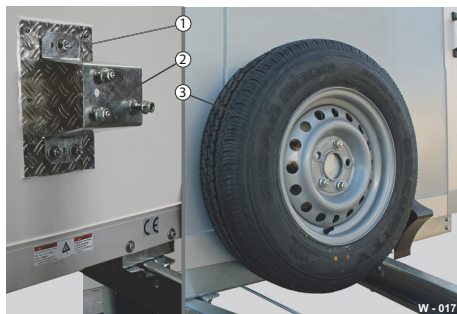

Abb. 19 Beispiel: Ersatzrad an der Stirnwand
- Schraubverbindungen (Abb. 20/1) des Ersatzradhalters (Abb. 19/2) auf Fest-sitz prüfen.